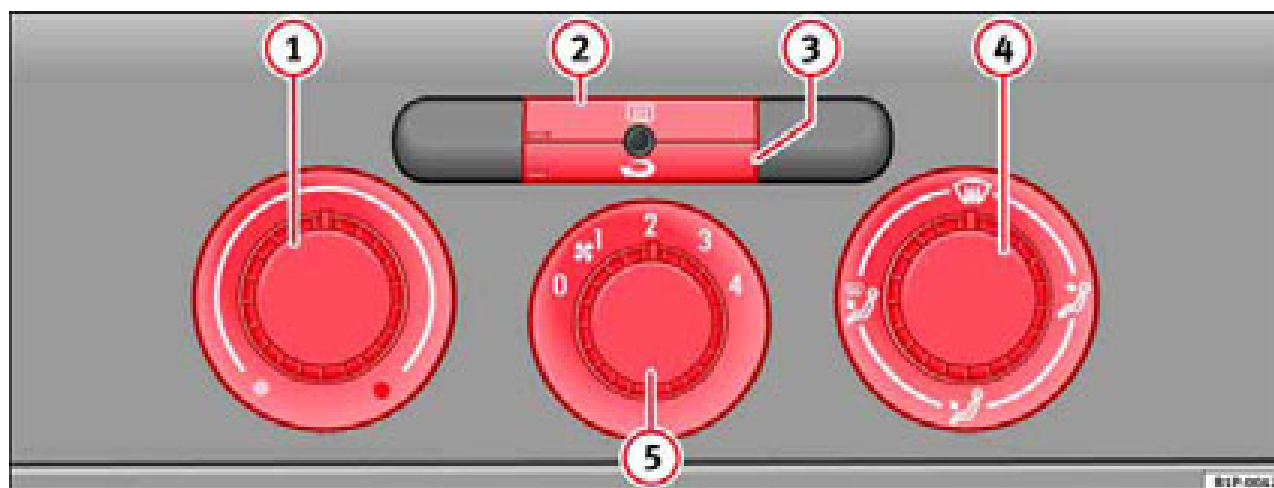

Fig. 104 Mandos de la calefacción en el tablero de instrumentos
- Con los reguladores ⇒ fig. 104 ① y ④ y con el mando ⑤ se regula la temperatura, la distribución del aire y la velocidad de la turbina.
- Pulse la tecla ② o ③ para activar o desactivar la función correspondiente. Cuando la función está activa, la ventana situada en la esquina inferior izquierda de la tecla se ilumina.